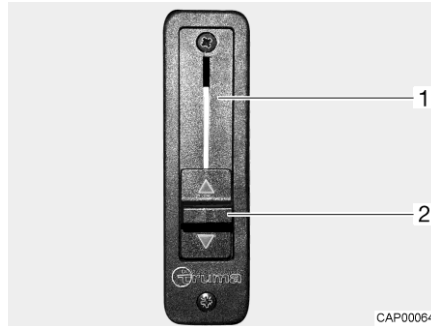

Fig. 10 Regulador de corredera para bloqueo de sección
- Empujar el regulador de corredera (Fig. 10,2) completamente hacia arriba. El bloqueo de sección (Fig. 10,1) está abierto. La calefacción del habitáculo también calienta la luna delantera.
- Empujar el regulador de corredera (Fig. 10,2) completamente hacia abajo. El bloqueo de sección está cerrado. La calefacción del habitáculo y la calefacción del vehículo básico están desacopladas.